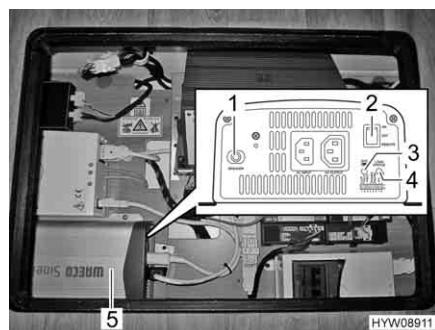

Fig. 113 Invertitore
- Posizionare l'interruttore principale (Fig. 113,2) su "ON". Il LED campo tensione di entrata (Fig. 113,3) si illumina di verde.
- Posizionare l'interruttore principale (Fig. 113,2) su "REMOTE". Il comando tramite interruttore di telecomando è abilitato.
- Posizionare l'interruttore principale (Fig. 113,2) su "OFF". Il LED campo tensione di entrata (Fig. 113,3) si spegne.